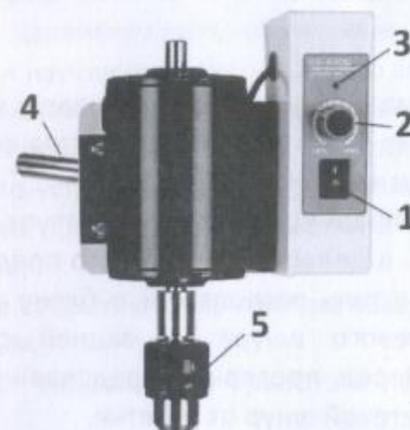

Рисунок 1 - Перемешивающее устройство ES-8300
6.1. Перемешивающее устройство ES-8300 выполнено в виде блока (Рисунок 1), состоящего из двух частей – устройства управления и двигателя. На передней панели устройства управления расположены сетевой выключатель 1, регулятор скорости перемешивания 2 и светодиодный индикатор питающего напряжения 3. На задней стенке устройства управления расположены разъём для присоединения сетевого шнура и шток 4 для закрепления устройства на лабораторном штативе типа ES-2720, ПЭ-2730 или аналогичном с помощью специального зажима (в комплект поставки не входит). Снизу на валу двигателя закреплён кулачковый патрон 5 для зажатия мешалки, которая проходит сквозь трубчатый вал двигателя, что позволяет менять её вылет, не перемещая устройство на штативе по вертикали.